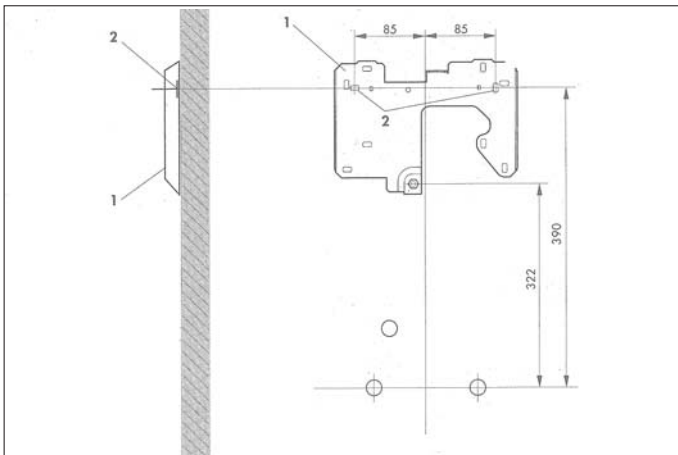

Рис. 4.4 Подсоединительные размеры
4.5 Навешивание прибора (рис.4.4 и 4.5)